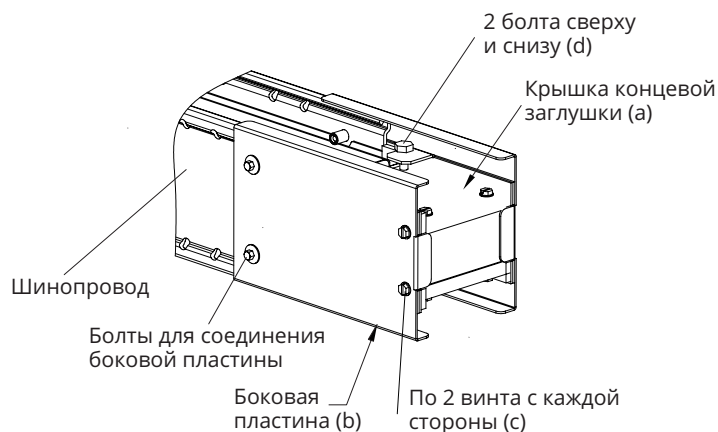

Рис. 10. Концевая заглушка шинопровода
3. Перед установкой болтов на боковой пластине убедитесь, что пенопластовая прокладка размещена в боковой пластине соединительного блока. Перед прижатием пластин еще раз проверьте, что изоляторы установлены на все фазные шины (рис. 10)